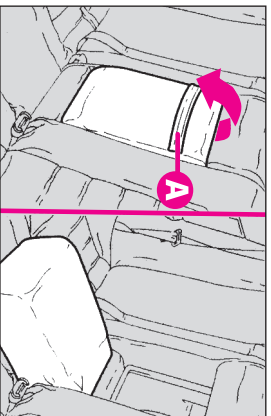

fig. 7
Pentru a folosi cotiera, coborâți-o trăgând de maneta (A) așa cum se arată în ilustrație (fig. 7).